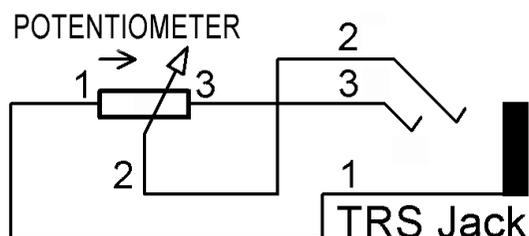

Fig. 16.2 – cablaggio pedale espressione
- Se viene connesso un pedale espressione, accertatevi che abbia al suo interno un potenziometro da 10Kohm lineare e che il pin connesso alla traccia sia connesso all'anello (Fig 16.2). Pedali di altro tipo non possono funzionare.